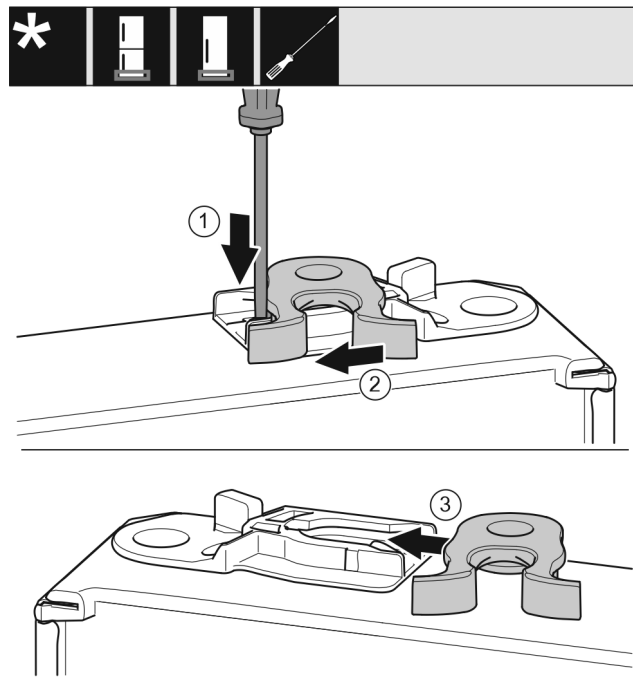

Fig. 19
- ▶ Apăsați în jos eclisa cu șurubelnița plată. Fig. 19 (1)
- ▶ Trageți cârligul de închidere din ghidaj. Fig. 19 (2)
- ▶ Împingeți pe partea opusă cârligul de închidere în ghidaj. Fig. 19 (3)